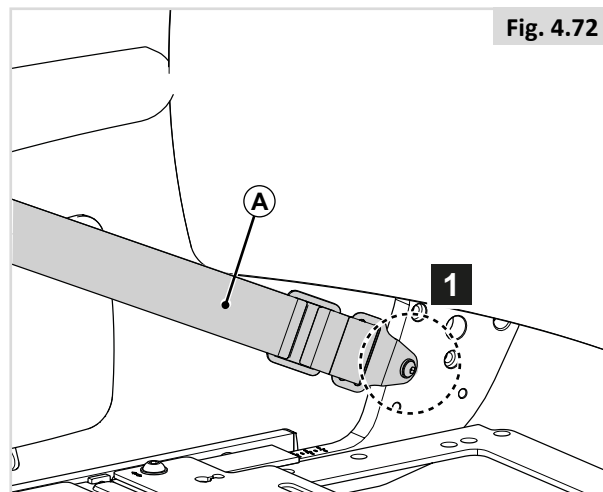

Fig. 4.72
1. Fije (A) al armazón del asiento con un tornillo a la izquierda y a la derecha. (Fig. 4.72)